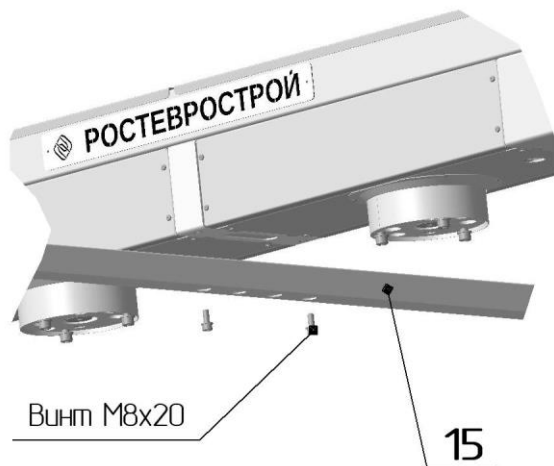

Рис. 2 Установка верхней стяжки **15** на раму привода **5**
– к нижней плоскости рамы привода установите верхнюю стяжку **15** и закрепите двумя винтами М8 (рис. 2);
– закрепите к фланцам верхней стяжке **15** (рис. 2) четырьмя винтами М8 лицевые панели **3** и **4**;